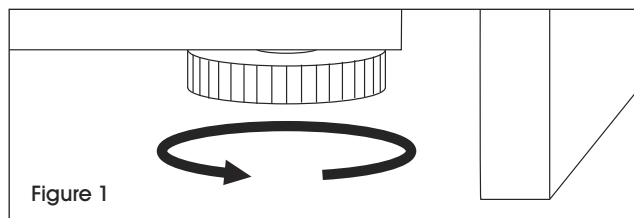

Figure 1
1. Tournez le pied réglable dans le sens antihoraire jusqu'à ce que le haut du pied touche le bas du réfrigérateur. (Voir Figure 1)